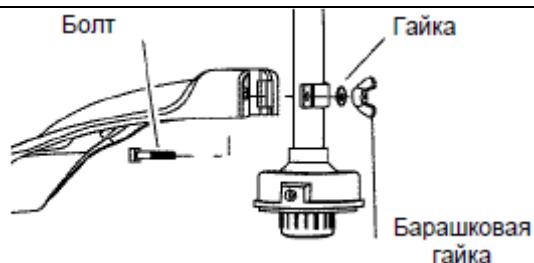

Рис.2
2. Вручную плотно закрутите винт щитка (Рис. 2).